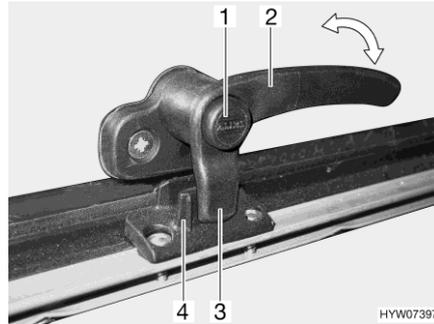
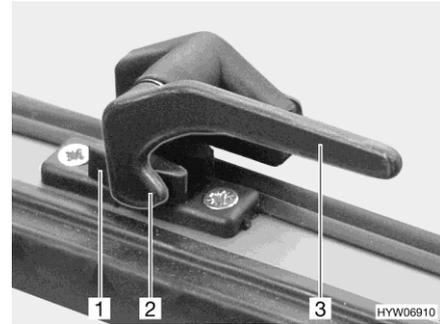

Fig. 68 Levier de verrouillage avec bouton de sécurité en position "Fermé"
Fig. 69 Levier de verrouillage en position "Fermé"
- S'il existe, appuyer sur le bouton de sécurité (Fig. 68,1) et le maintenir enfoncé.
- Tourner le levier de verrouillage (Fig. 68,2 ou Fig. 69,3) d'un quart de tour vers le centre de la fenêtre.
- Tourner le levier de verrouillage (Fig. 68,2 ou Fig. 69,3) d'un quart de tour vers le cadre de la fenêtre.
Le tenon de verrouillage (Fig. 68,3 ou Fig. 69,2) du levier de verrouillage repose complètement sur le côté intérieur du verrouillage de fenêtre (Fig. 68,4 ou Fig. 69,1).
- En position "Fermé" (Fig. 68 et Fig. 69)